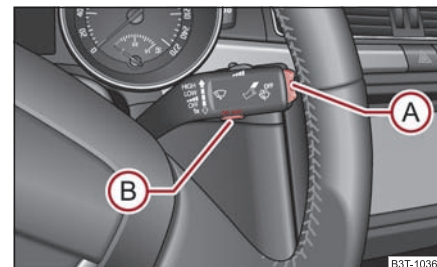

Fig. 27 Ecran d'informations: Eléments de commande sur la manette des essuie-glaces
- Vous pouvez activer le **MAIN MENU (MENU PRINCIPAL)** en appuyant pendant plus d'1 seconde sur l'interrupteur **(A)** ⇒ fig. 27.